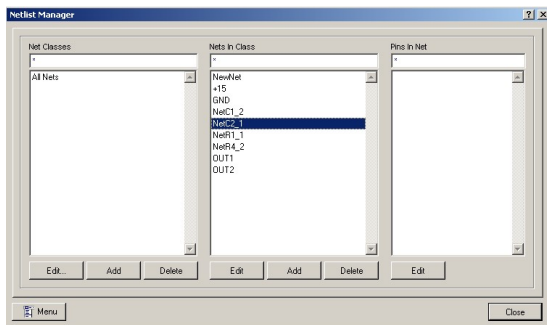

图 8.103 “网络表管理器”对话框
(1) 在打开的 PCB 文件中，执行选单命令 Design\Netlist\Edit nets，系统将弹出如图 8.103 所示的“网络表管理器”对话框。